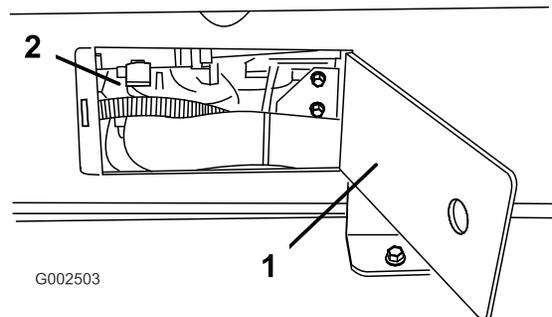

Figura 22
- Utilize os painéis de acesso de ambos os lados do patim do depósito para verificar se há tubagens ou cabos entalados (Figura 22).